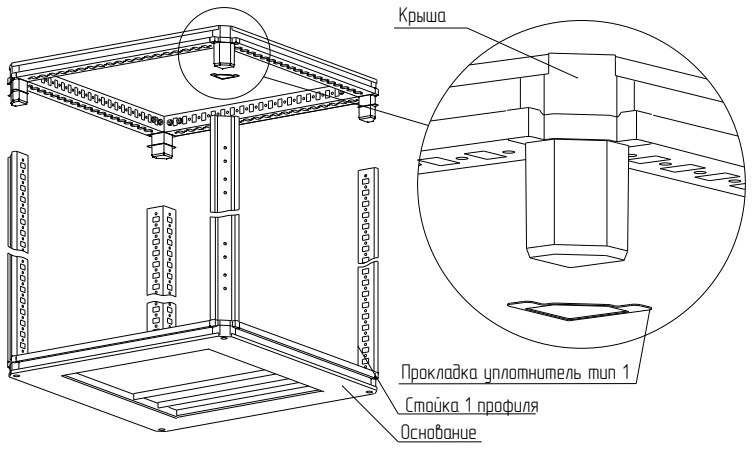

Рисунок 2
4.1.5 Вставьте угловые элементы крыши в «Стойки 1 профиля», придерживая прокладки на угловых элементах (рисунок 2).